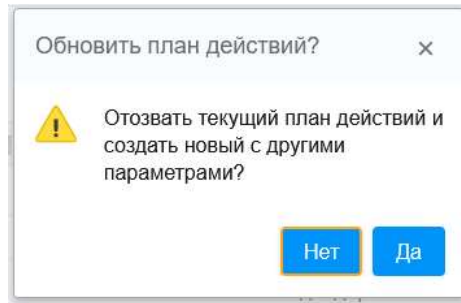

Рис. 81 Предупреждение системы
- Если на вкладке присутствуют изменения (снятые отметки), то система предупреждает пользователя о том, что результаты работы с планом действий будут изменены (см. рис. 81).
В ходе работы может возникнуть ситуация, когда необходимо внести изменения в классификацию события, например, изменить КО. Щелкнув на строке активного события, надо войти в карточку события и произвести изменения. Нажать кнопку **Сохранить**. Система выдаст предупреждение, что будет отозван предыдущий план действий и запущен новый (см. рис. 81).